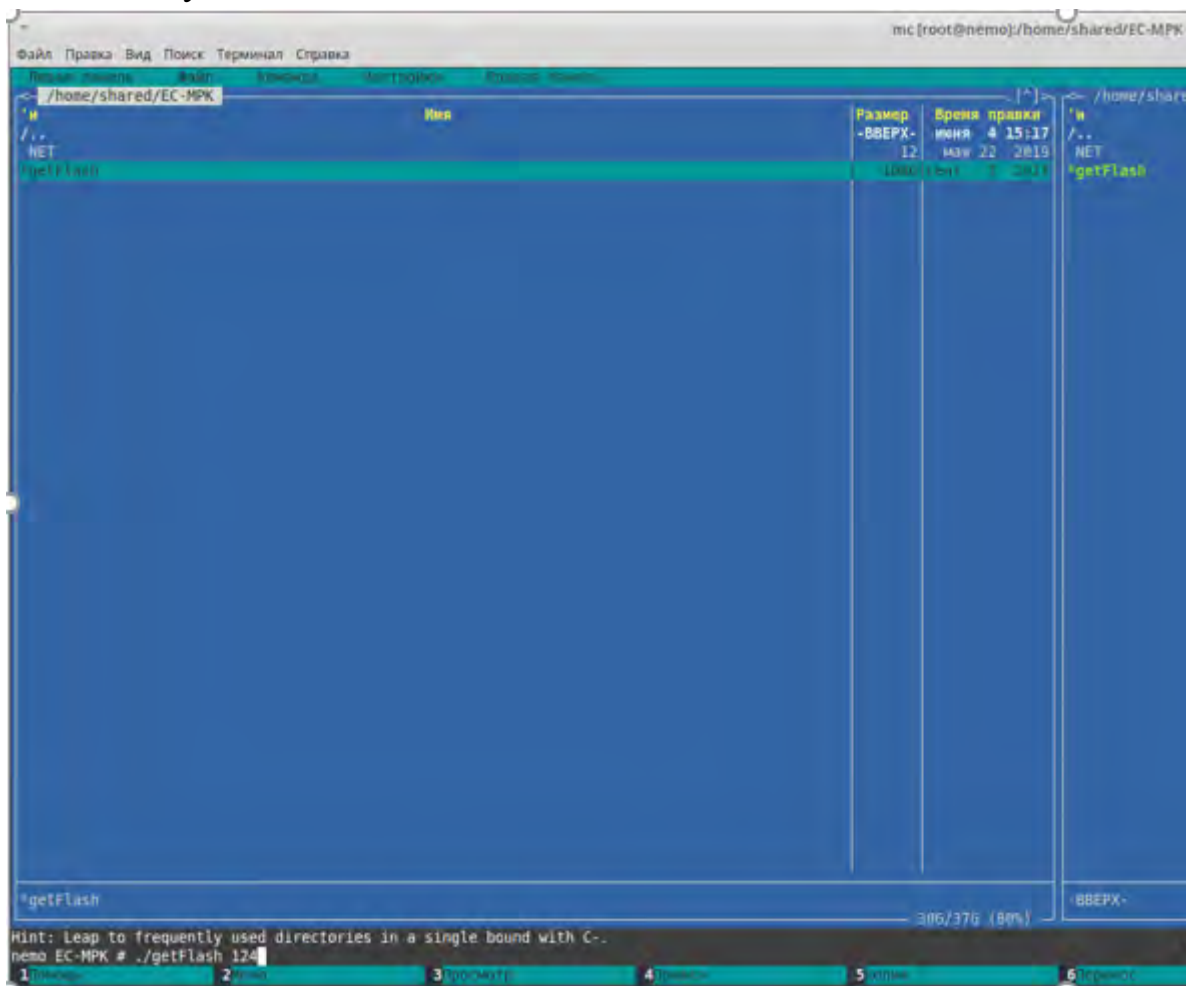

Рисунок 4. Ввод командной строки для резервного КТС УК.
7.1.6. Провести копирование дискового накопителя с резервного КТС УК, для чего ввести в командной строке «./getFlash 124» (Рисунок 4) и нажать клавишу «Enter».